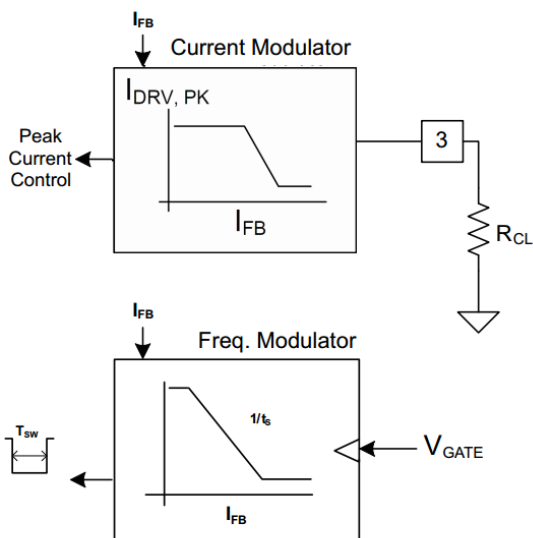
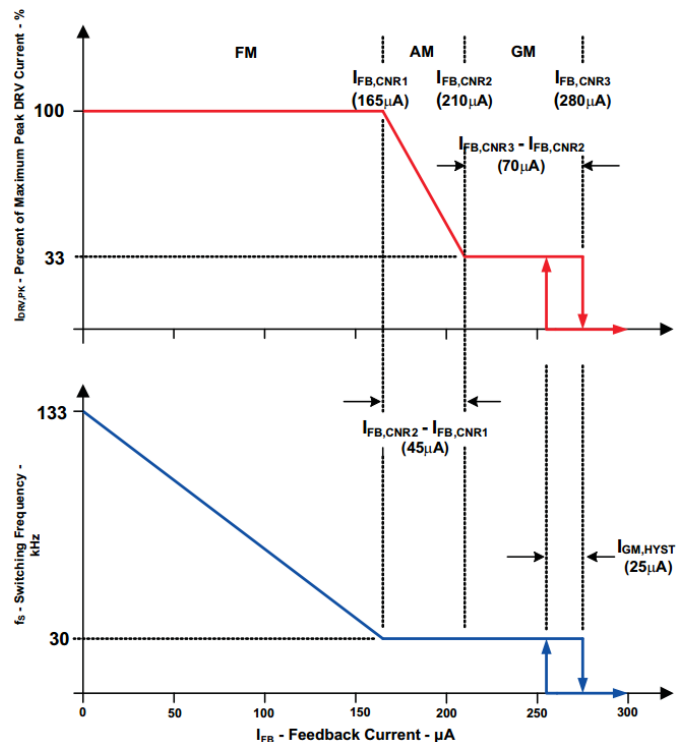

Рис. 25. Блоки управления модуляцией
Рис. 26. Диаграмма управления с режимами работы
При нормальных условиях эксплуатации, ток FB командует режим работы UCC28610, как показано на рис. 25 и рис. 26. Ток FB командует UCC28610 работать преобразователю в одном из трех режимов: режим частотной модуляции (FM), режиме амплитудной модуляции (AM) и зеленом режиме (GM). Преобразователь работает в режиме FM при большой мощности нагрузки (от 22% до 100% пиковой регулируемой мощности). Пик тока HV MOSFET достигает своего максимального запрограммированного значения и FB ток регулирует выходное напряжение, варьируя частоту коммутации, которая обратно пропорциональна t_s . Частота коммутации модулируется от 30 кГц (22% пиковой мощности) до 133 кГц (100% пиковой мощности), время открытого состояния постоянно и пиковый ток I_{DRV} постоянный. Максимальный программируемый ток HV MOSFET, $I_{DRV,PK(max)}$, устанавливается при помощи резистора на ножке CL, как описано в уравнении 10.
Преобразователь работает в режиме AM при умеренных уровнях мощности (от 2,5% до 22% от пиковой регулируемой мощности). FB ток регулирует выходное напряжение путем модуляции амплитуды пикового тока HV MOSFET от 33% до 100% максимального запрограммированного значением, пока частота переключения фиксируется на примерно 30 кГц. UCC28610 модулирует напряжение на выводе CL от 3В до 1В для управления изменением пикового тока, как показано на рис. 25 и рис. 26.